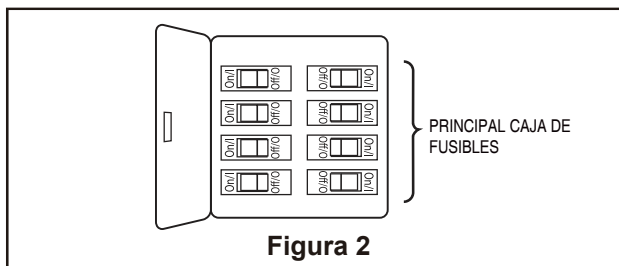

Figura 2
2. Ensamble el ensamble de la placa de iluminación en la placa del adaptador del ensamble de motor mediante los dos chaveteros del ensamble de la placa de iluminación. Vuelva a colocar el tercer tornillo y apriete todos los tornillos. (Figura 2)
2. Restaure la fuente de alimentación de la toma de corriente enciendi la electricidad del fusible principal. (Figura 2)